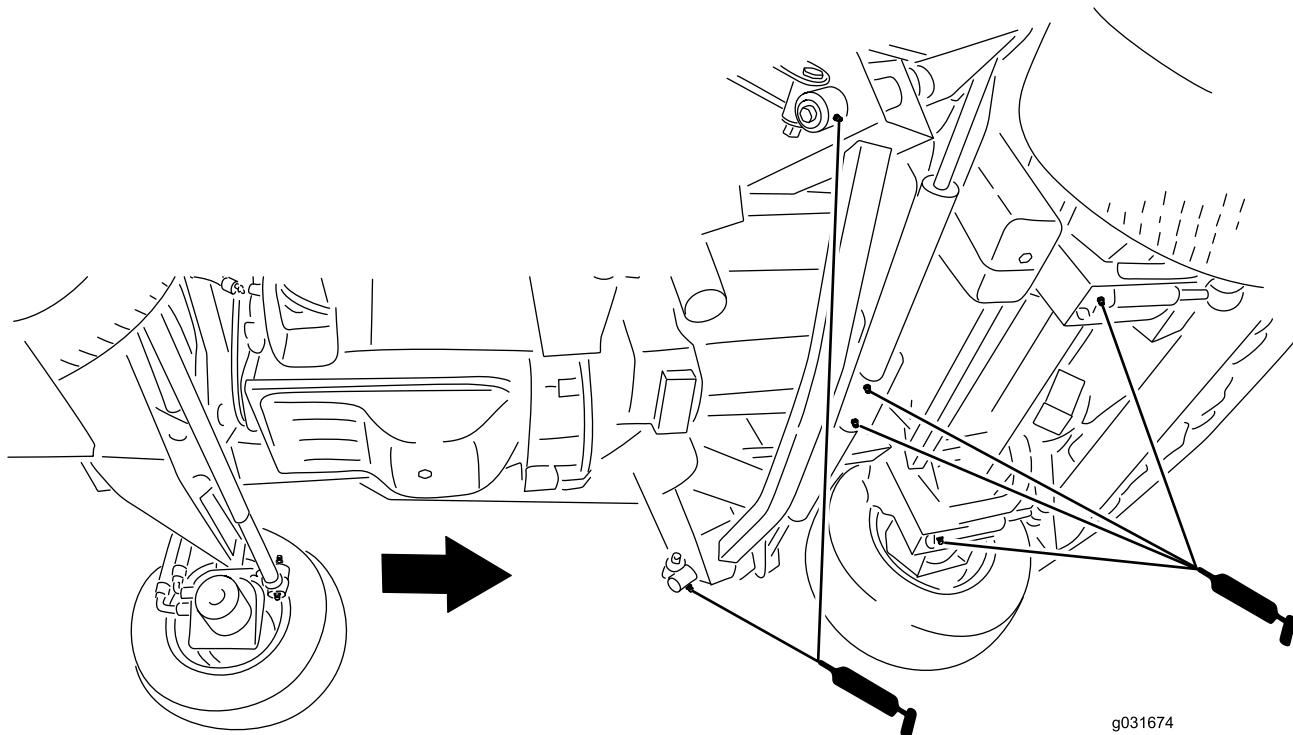

Figura 48
- 2 brazos de impacto (Figura 48)
- 2 pivotes del cilindro de elevación de la carcasa delantera (Figura 48)
- 2 pivotes del cilindro de elevación de la carcasa lateral (Figura 48)